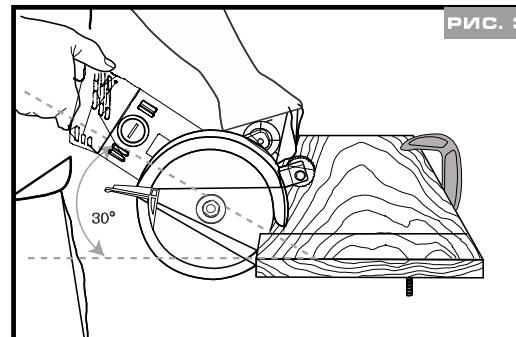

РИС. 3
- 1.Всегда приближайте пилу к заготовке под углом примерно 30 градусов к заготовке (см. рис. 3).